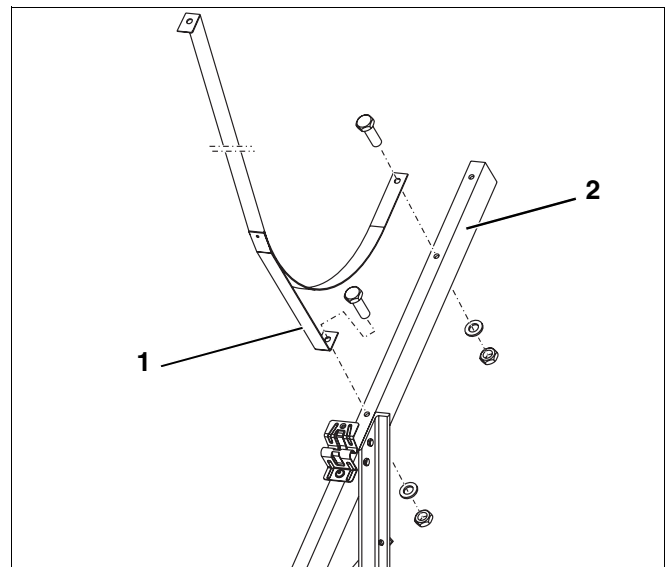

Fig. 10 Montagem das cintas de aperto
- B Colocar o braço móvel da cinta de aperto (fig. 10, **item 1**) em cima sobre o apoio comprido 45° (fig. 10, **item 2**) e fixá-lo com parafusos M8 x 20, porcas e anilhas.